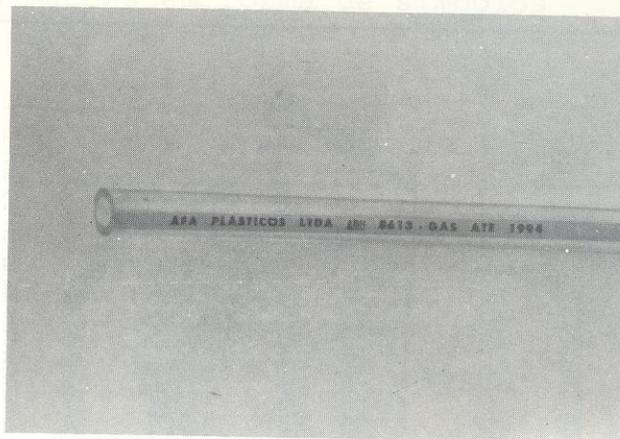

Fig. 4
- Todas as mangueiras de PVC flexível (fig.4), credenciadas pelo INMETRO, não devem ultrapassar o comprimento de 80 cm, e não é admitido emendas em hipótese alguma.